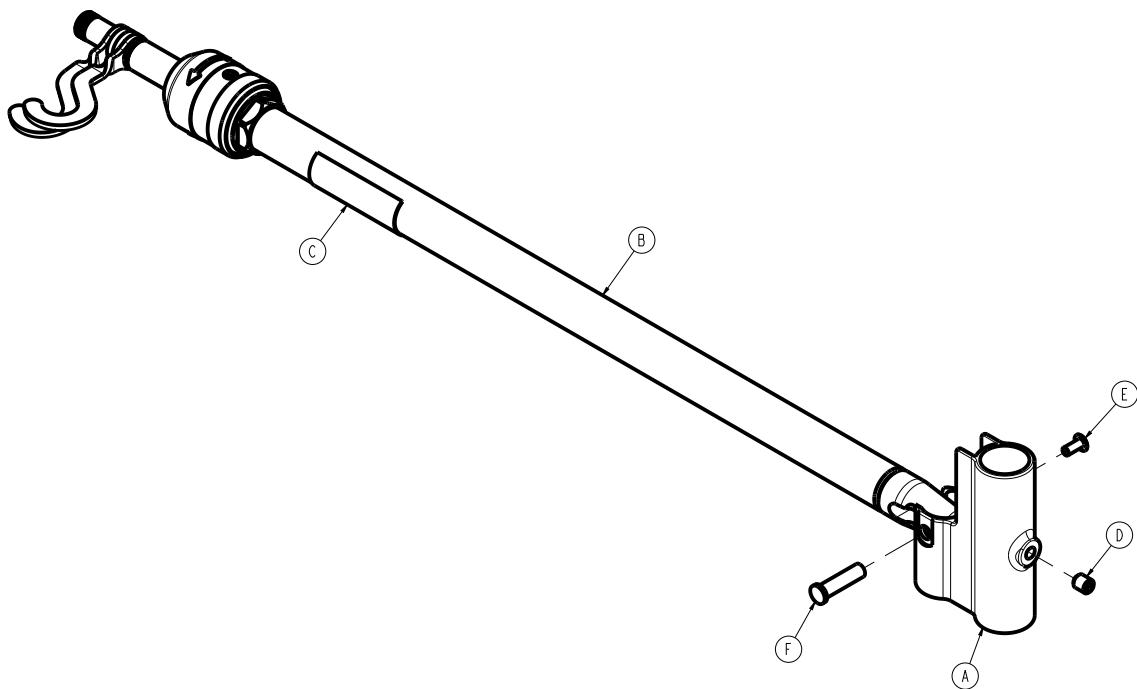

Figure 77 – Fixation du support de perfusion double, inférieur
7. À l'aide d'une clé à six pans de 5/32 po, serrer la vis de blocage (D) pour fixer le logement de perfusion inférieur (A) au montant de perfusion du lit (Figure 77).